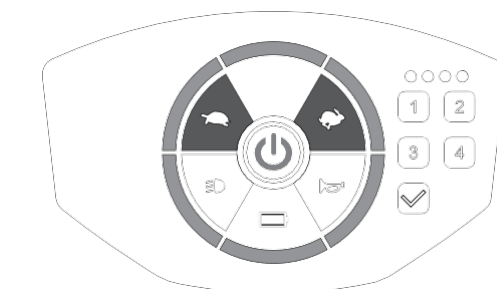

Figura 9
- Pulse el interruptor de alimentación para poner el scooter en el modo de espera de alimentación (luz roja encendida) y, a continuación, mantenga pulsados los botones de aceleración [🐢] /deceleración [🐢] durante 2 segundos. La luz del panel estará encendida cuando el scooter está listo para el ajuste de la retroiluminación. (Figura 9)